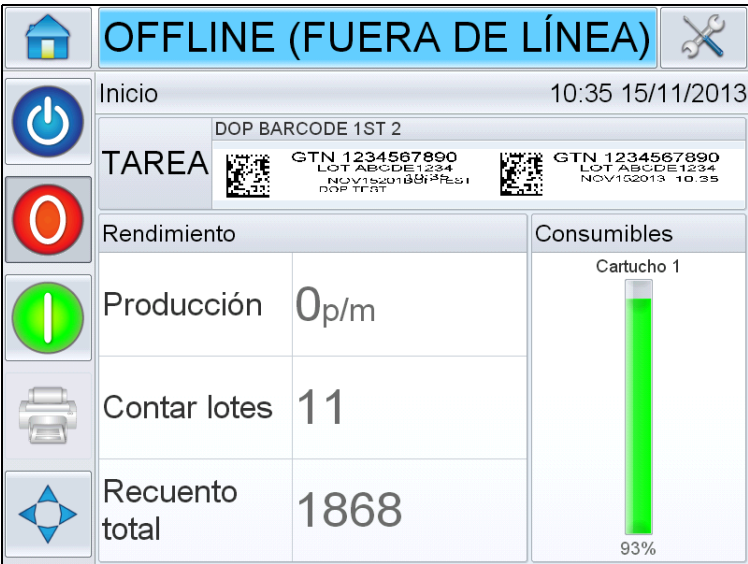

Figura 6-15: Seleccionar tarea
- 1 Seleccione TAREA en la página de Inicio (consulte la Figura 6-15).